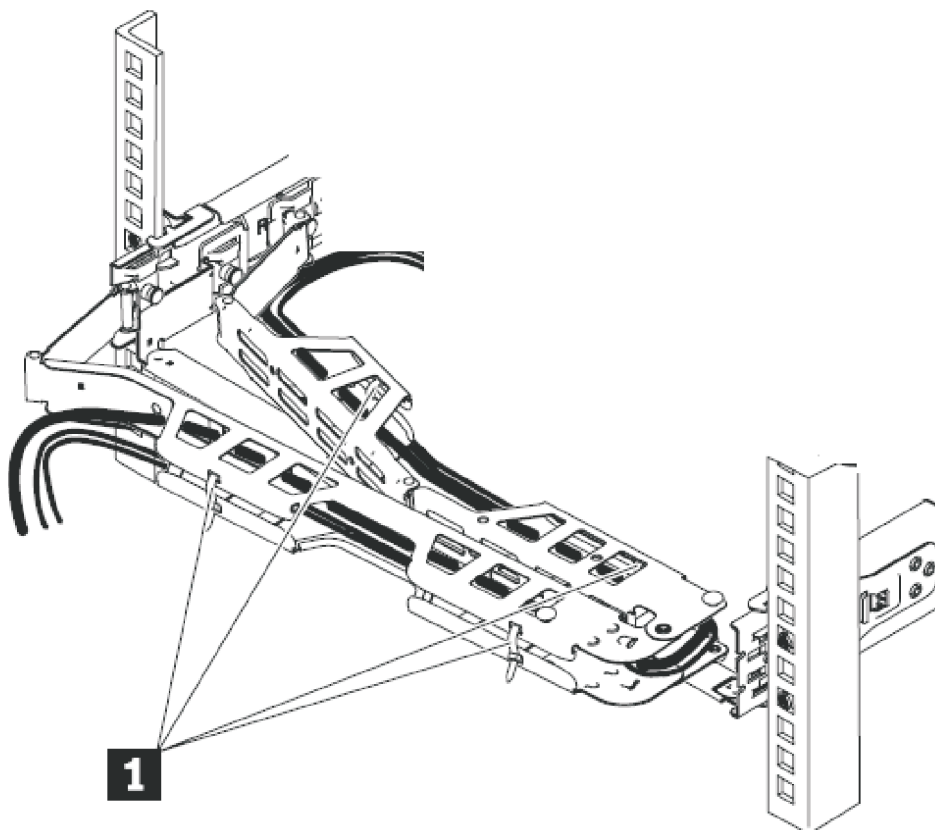

図 40. ケーブルの接続と配線
- a. ケーブル・マネジメント・アーム上で、データ・ケーブルおよび電源コードを 56 ページの図 40 の **1** に示すように、配線します。